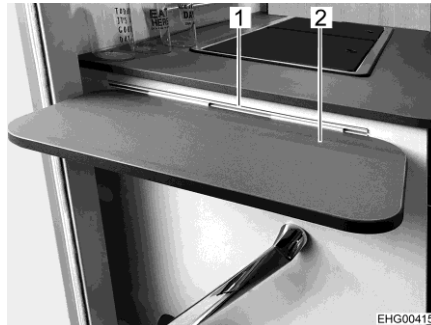

Bild 11 Köksförlängningsskiva
- ▶ Vid olycksfall eller vid kraftiga inbromsningar kan köksförlängningsskivan skada passagerarna i fordonet. Ta ur köksförlängningsskivan (Bild 11,2) ur skenan (Bild 11,1) och förvara den säkert innan avfärd.